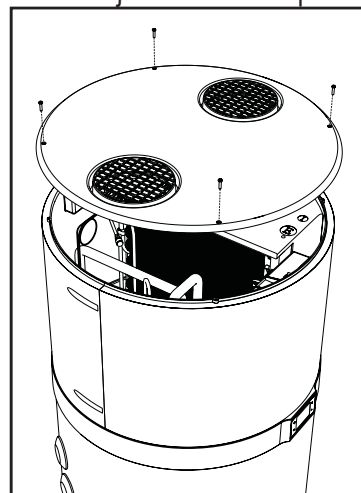

fig. 73- Verwijderen van de bovenkap
- Verwijder de bovenkap door eerst de borgschroeven los te draaien (fig. 73).